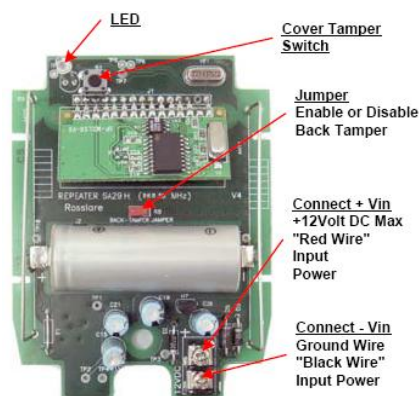

Figura 2: Conectando la Corriente 12VCC
- 2) Pase los dos cables de corriente (+12V CC) y (-) por el orificio de la cubierta trasera y conéctelos a los bloques de terminal para el Vin (Ver **Figura 2**); Conecte la Toma de Tierra (-) y después los (+12 Voltios CC).
Jumper Retirado-> Dispositivo Antimanipulación Trasero Activado (Ver Figura 2).